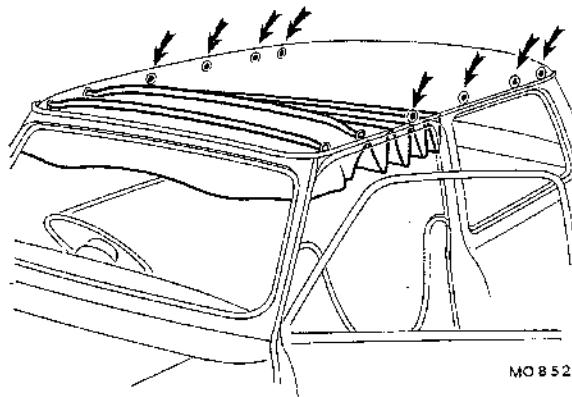

Fig. Rb.9
- (11) Extender el forro y, todo alrededor de su contorno, aplicar una tira de adhesivo Dunlop (S914 o S1022) de unos 10 cms. de ancha.
- (12) Aplicar el mismo adhesivo a los largueros del techo y a todos los rebordes externos de las aberturas donde ha de pegarse el revestimiento.
- (13) Empezar por delante y acoplar los travesaños de soporte en los posicionadores de plástico de los largueros del techo (ver Fig. Rb.9).
- (14) Estirar el forro hacia atrás y, manteniéndolo bien tenso, empezar a pegarlo en las aberturas delantera y trasera y luego, simultáneamente, en los largueros laterales del techo.
- (15) Continuar cortando y pegando el forro a los rebordes exteriores de las aberturas de puerta y ventanillas posteriores y recortar el exceso de material según sea necesario.
- (16) Emplear adhesivo al remontar los sellados de puerta. El resto es a la inversa del desmontaje.
- (17) Probar la impermeabilización del parabrisas, de la luneta trasera y de los ventiladores de ventanilla lateral trasera.